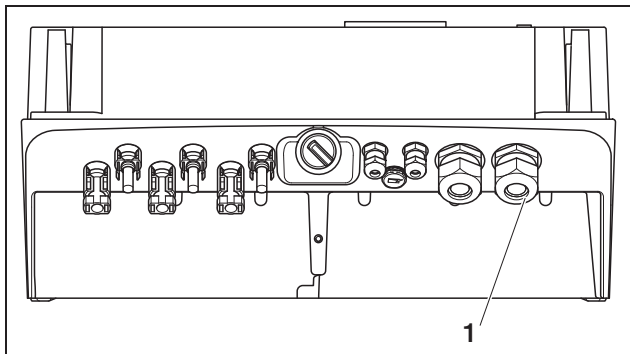

Abbildung 8: Anschlüsse am Gehäuse
- Drehen Sie die Kabelverschraubung für die Netzzuleitung auf (1 in Abbildung 8).